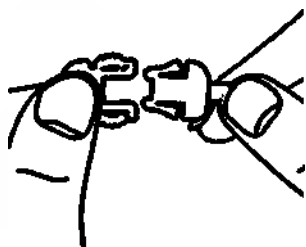

Рис.72.
4. Наденьте заглушку на разъем на компоненте введения катетера (Рис.72).